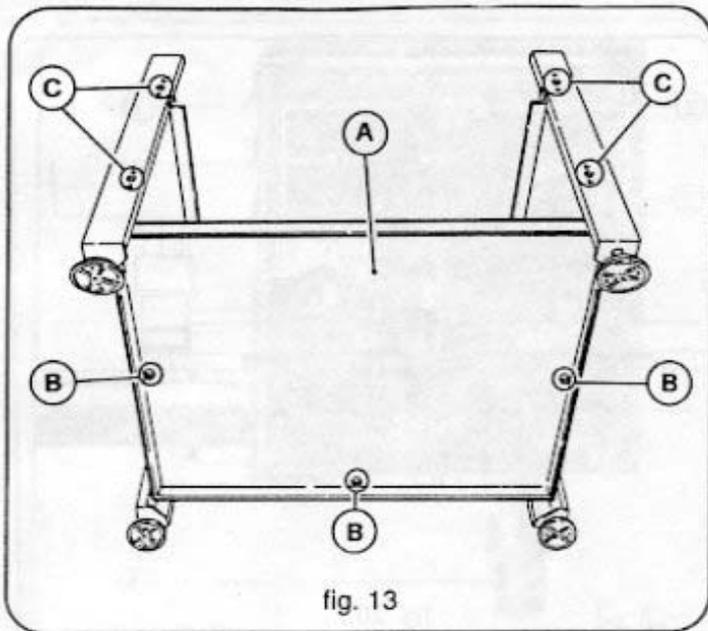

fig. 13
- Den Boden A (Abb. 13) mit 8 Schrauben M6x16 an den Beinen befestigen. Darauf achten, daß die Bohrungen B korrekt zu den Verschlussvorrichtungen C ausgerichtet sind.